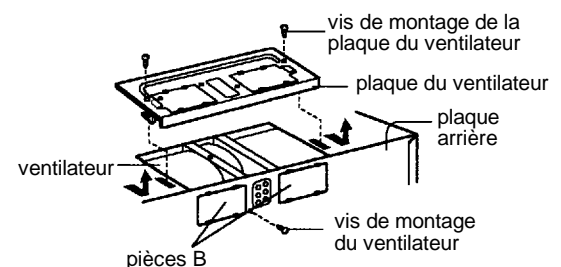

Figure 19
1. Enlever une vis du ventilateur et une ou deux vis de la plaque du ventilateur. Enlever la plaque du ventilateur de l'armoire. Voir la figure 19.